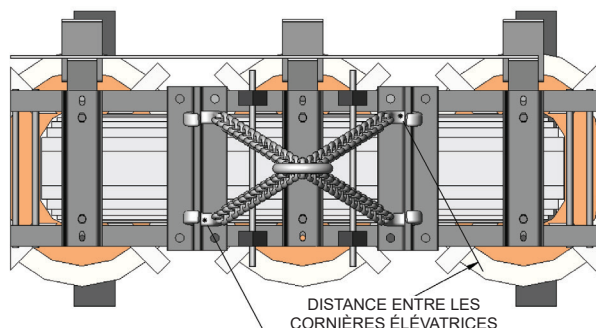
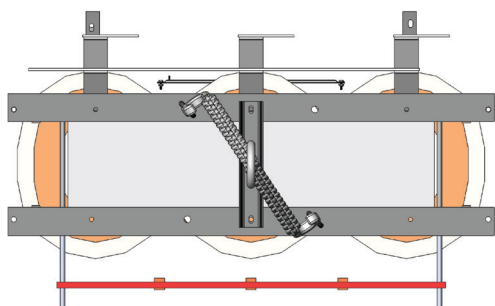

FIGURE 5
FIGURE 7
- 6) Le sens de traction (ou ligne d'élingue) doit se trouver dans l'alignement du niveau de l'œil des boulons. Si vous levez le transformateur avec une élingue quadruple, alignez les quatre boulons à œil par rapport au centre de l'appareil (voir figure 5). Si vous levez l'appareil avec une élingue double, veillez à ce que les boulons soient installés à des angles opposés de l'appareil et alignez-les par rapport à son centre (voir figure 7).